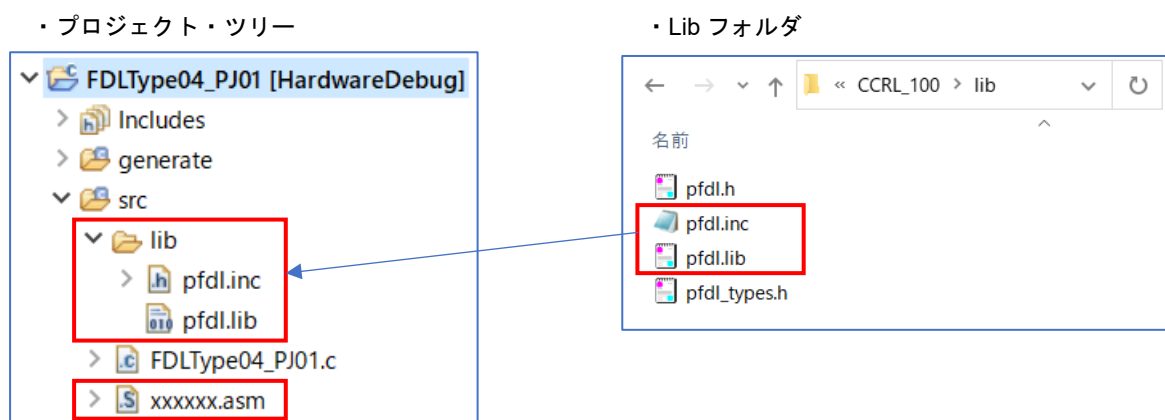

図 6-20 ソース、インクルードファイルの登録(CC-RL)
(1) ソース、インクルードファイルの設定
- CC-RL コンパイラの場合、e² studio が出力する"src"フォルダに、ユーザプログラムのファイル("xxxxxx.asm")と、データ・フラッシュ・ライブラリのファイル"pfdl.inc", "pfdl.lib"を登録します。(図 6-20)